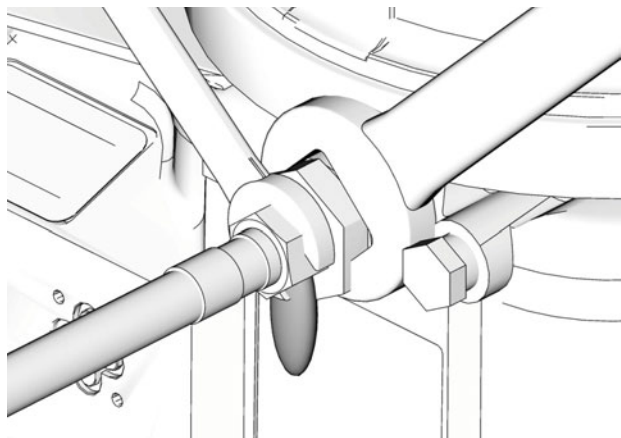

FIG. 3
4. Serrare l'elemento pompa a mano e stringere il raccordo a 5,6 N•m (50 pollici lb) (FIG. 3).